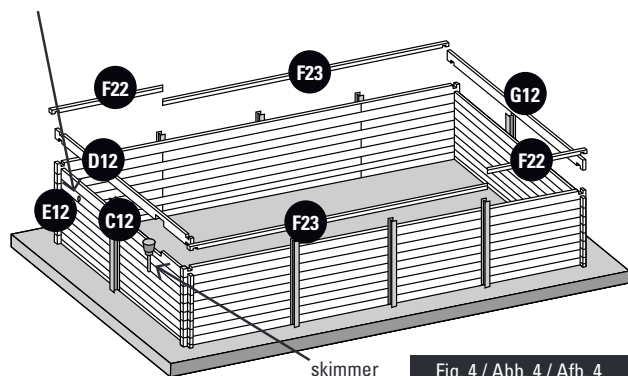

Fig. 4 / Abb. 4 / Afb. 4
**EN Skimmer:** • Place the specific boards of the skimmer facing the prevailing winds. Boards (C12) and (D12) will always be placed over a panel starting by board (B12) (figure 4). • The skimmer will not be stable until the pool is filled. **The skimmer (with its flap) is fitted as the same time as the finishing board.**
**FR Skimmer:** • Placez les madriers spécifiques au skimmer face aux vents dominants. Les madriers (C12) et (D12) se positionnent toujours sur un panneau commençant par un madrier (B12) (figure 4). • Tant que le bassin n'est pas rempli, le skimmer ne sera pas stable. **Le skimmer (avec son volet) s'emboîte en même temps que le madrier de finition.**
**DE Skimmer:** • Platzieren Sie die für den Skimmer vorgesehenen Bretter den vorherrschenden Winden zugewandt. Die Bretter (C12) und (D12) werden immer auf eine Verkleidung gesetzt, wobei Sie mit Brett (B12) beginnen (Abb. 4). • Solange der Pool nicht gefüllt wird, ist der Skimmer nicht stabil. **Der Skimmer (und seine Klappe) wird zur gleichen Zeit wie das abschließende Brett eingepasst.**
**NL Skimmer:** • Plaats de planken die specifiek voor de skimmer zijn met het gezicht op de overheersende windrichting. De planken (C12) en (D12) worden altijd op een paneel geplaatst en er wordt begonnen met plank (B12) (afbeelding 4). • Zolang het zwembad niet is gevuld, zal de skimmer niet stabiel zijn. **De skimmer (samen met zijn afsluiter) wordt op het zelfde moment ertussen gezet als de plank voor de afwerking.**